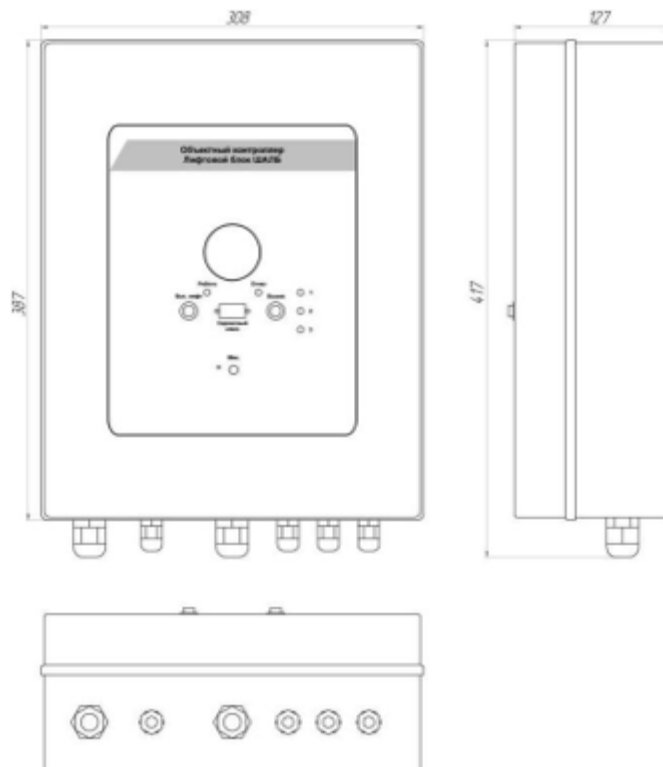

Рис. 1 Габаритні розміри.
6.3 Встановити ШАЛБ на місці експлуатації і закріпити, габаритні розміри наведені на рис. 1. Монтажне з'єднання шафи до стіни повинно забезпечити клас захисту IP54.